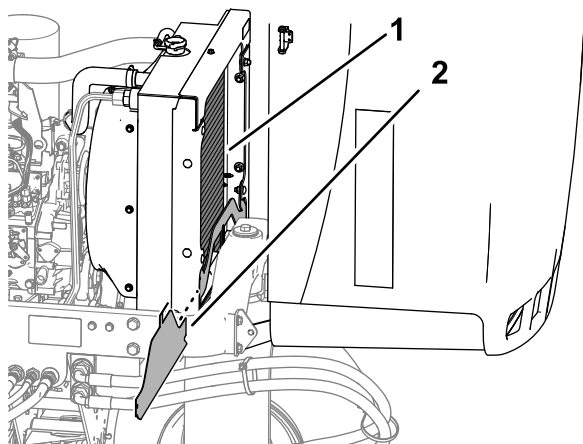

Рисунок 78
4. Снимите нижний щиток радиатора (Рисунок 78).
5. Тщательно очистите обе стороны радиатора водой или сжатым воздухом (Рисунок 78).